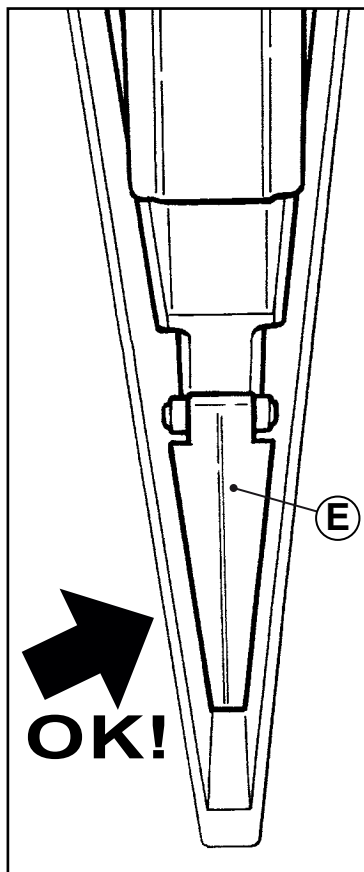
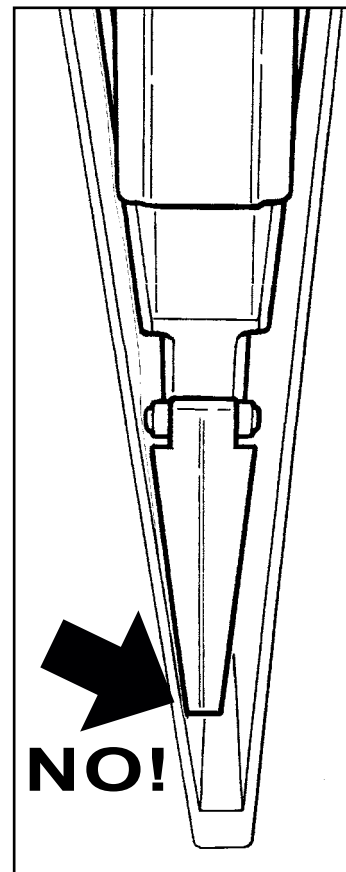

Fig. 1
Fig. 2
Contrôler que l'éjecteur (**E**) se trouve au centre du soc (**Fig. 1**), sinon (**Fig. 2**) intervenir sur les vis (**F**) en desserrant les contre-écrous (**G**) et les régler de manière à amener le soc au centre.
Controle que el expulsor (**E**) esté colocado en el centro de la reja (**Fig. 1**); en caso contrario (**Fig. 2**), intervenga en los tornillos (**F**), aflojando las contratueras (**G**) y proceda a la regulación hasta situar la reja en el centro.
- 3) Girare il distributore sotto sopra **(Fig. 1)**.